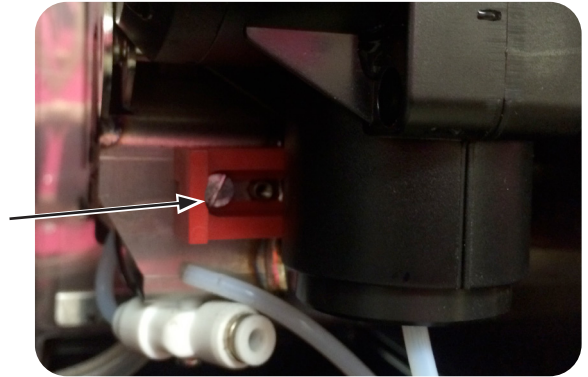

Figure 4
6. Faites coulisser le verrou rouge vers la droite jusqu'à ce qu'il s'enclenche en place comme indiqué sur la Figure 4.